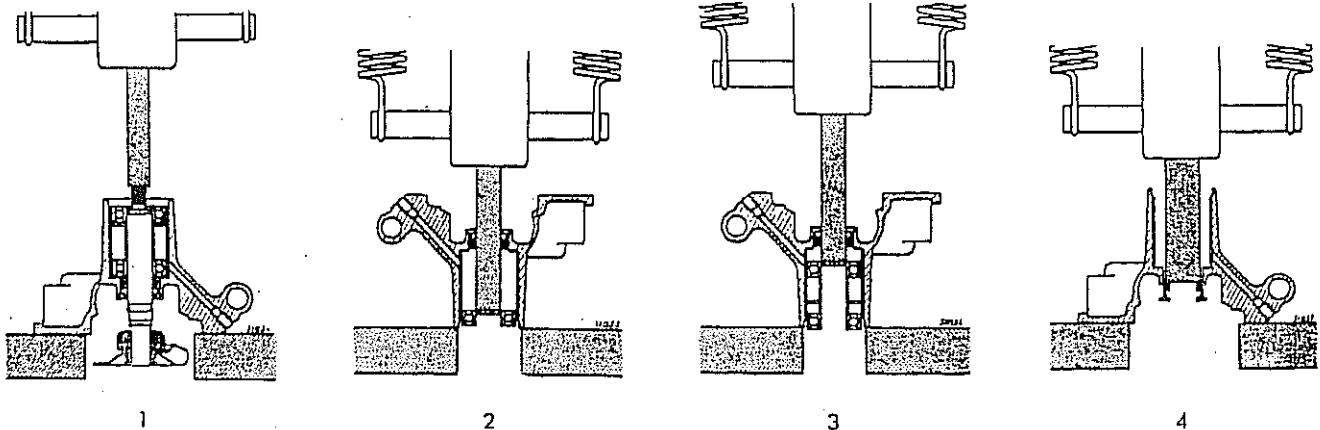

Fig. 129
- 5) Retirar el conjunto "eje-rotor-sello" (6), hacia la parte trasera de la bomba empleando la herramienta especial REF 01, según se indica en la primer secuencia de la Fig. 129.
- 7) Quitar el buje de bronce 11 en la prensa empleando la herramienta REF 01. Para ello debe invertirse el cuerpo de la bomba y la posición de la herramienta REF 01, tal como se muestra en la cuarta y última secuencia de la Fig. 129.